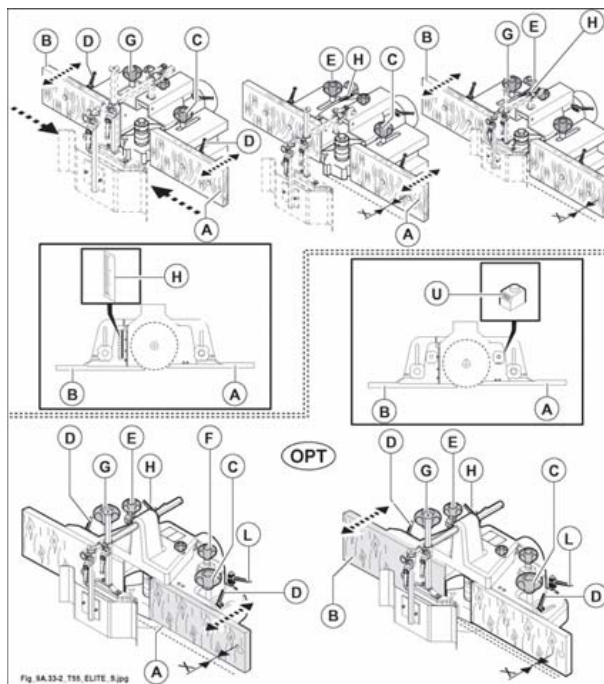

Fig. 9.33-2
- Allentando i pomelli (G, C fig. 9.33-2) spostare l'intera guida cuffia nella posizione più idonea alla profondità di asportazione che si vuole ottenere, poi serrare i pomelli.
- Le semiguide (A e B fig. 9.33-2) devono essere il più vicino possibile all'utensile (circa 2-3 mm). Per effettuare questa regolazione agire sulle maniglie (D fig. 9.33-2) poste dietro alle rispettive semiguide.
Per un'ulteriore regolazione micrometrica della profondità di asportazione registrare la semiguide in entrata (A fig. 9.33-2) come segue:
- allentare il pomello (C fig. 9.33-2).
- Ruotare il pomello (E fig. 9.33-2), per cercare la giusta posizione, leggendo lo spostamento sull'indicatore (H fig. 9.33-2).
- A regolazione eseguita serrare pomello (C fig. 9.33-2).
- accertarsi che la leva (H fig. 9.33-2) e il pomello (G fig. 9.33-2) siano bloccati.
- Allentare il pomello (C fig. 9.33-2) e la leva (L fig. 9.33-2).
- Ruotare il pomello (F fig. 9.33-2), per cercare la giusta posizione, leggendo lo spostamento sull'indicatore (U fig. 9.33-2).
- A regolazione eseguita serrare pomello (C fig. 9.33-2) e la leva (L fig. 9.33-2).
Per registrare micrometricamente la semiguide in uscita (B fig. 9.33-2):
- allentare il pomello (G fig. 9.33-2).
- Ruotare il pomello (E fig. 9.33-2) e, con una barretta, controllare l'allineamento della semiguide con l'utensile.
- A regolazione eseguita serrare il pomello (G fig. 9.33-2).
- accertarsi che la leva (L fig. 9.33-2) e il pomello (C fig. 9.33-2) siano bloccati.
- Allentare il pomello (G fig. 9.33-2) e la leva (H fig. 9.33-2).
- A regolazione eseguita serrare il pomello (G fig. 9.33-2) e la leva (H fig. 9.33-2).
leggere lo scostamento fra le due tavolette sull'indice (H fig. 9.33-2). Quando l'indice è posizionato sullo "0" le guide sono allineate fra di loro.
Il valore visualizzato sull'indicatore (U fig. 9.33-2) corrisponde alla distanza dal centro dell'albero toupie alla tavoletta (B fig. 9.33-2). Se l'utensile è a filo della tavoletta (B fig. 9.33-2) questa misura coincide col suo raggio.